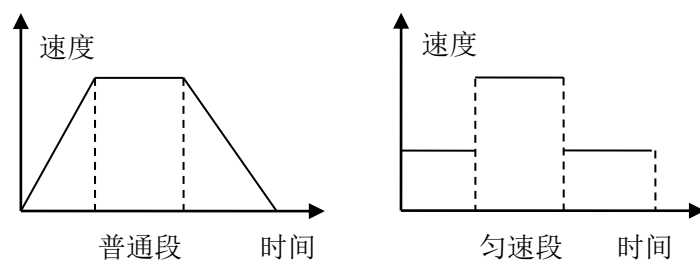

图 2-2 PT 模式匀速段类型
(2) 认识 PT 模式的数据段类型。如何向 PT 模式的 FIFO 中写入数据段？
- `PT_SEGMENT_EVEN` 表示匀速段，FIFO 中各段的段内速度保持不变，段内速度 = 段内位移 / 段内时间。如图 2-2 所示。